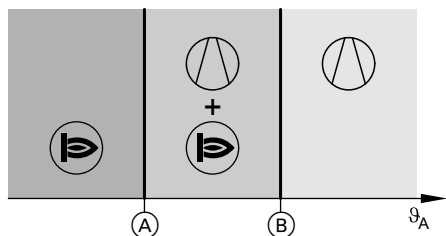

Abb. 26
Ihr Fachbetrieb hat die beiden Außentemperaturgrenzen (A) und (B) fest eingestellt: Siehe Abb. 26 und Abb. 27.